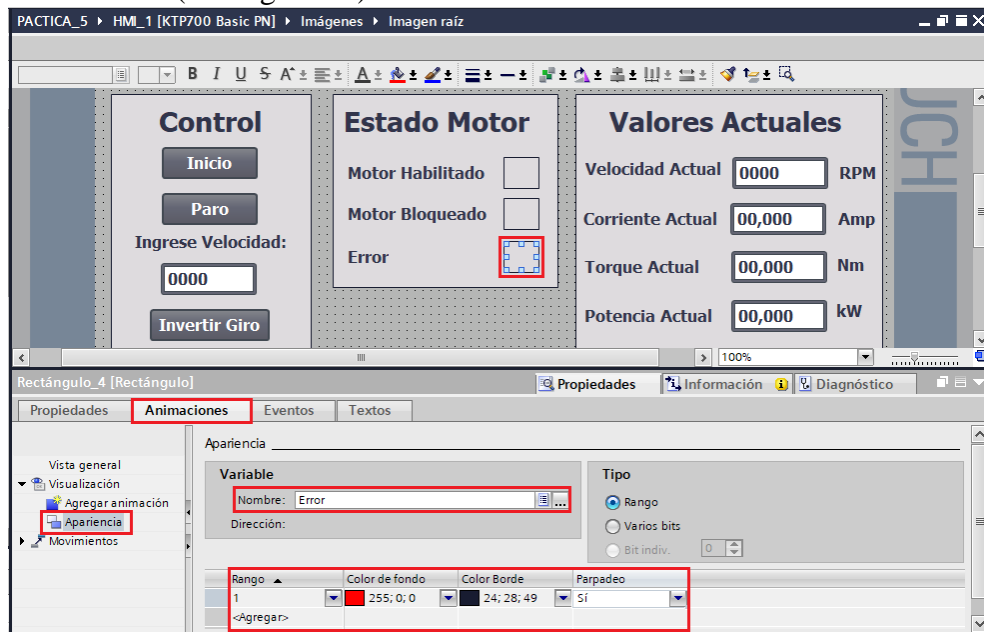

Figura 39. Configuración Error.
- En “Rango” seleccionar “1”, en “Color de fondo” seleccionar el color “Rojo” y en “Parpadeo” seleccionar “Si” (ver Figura 39).